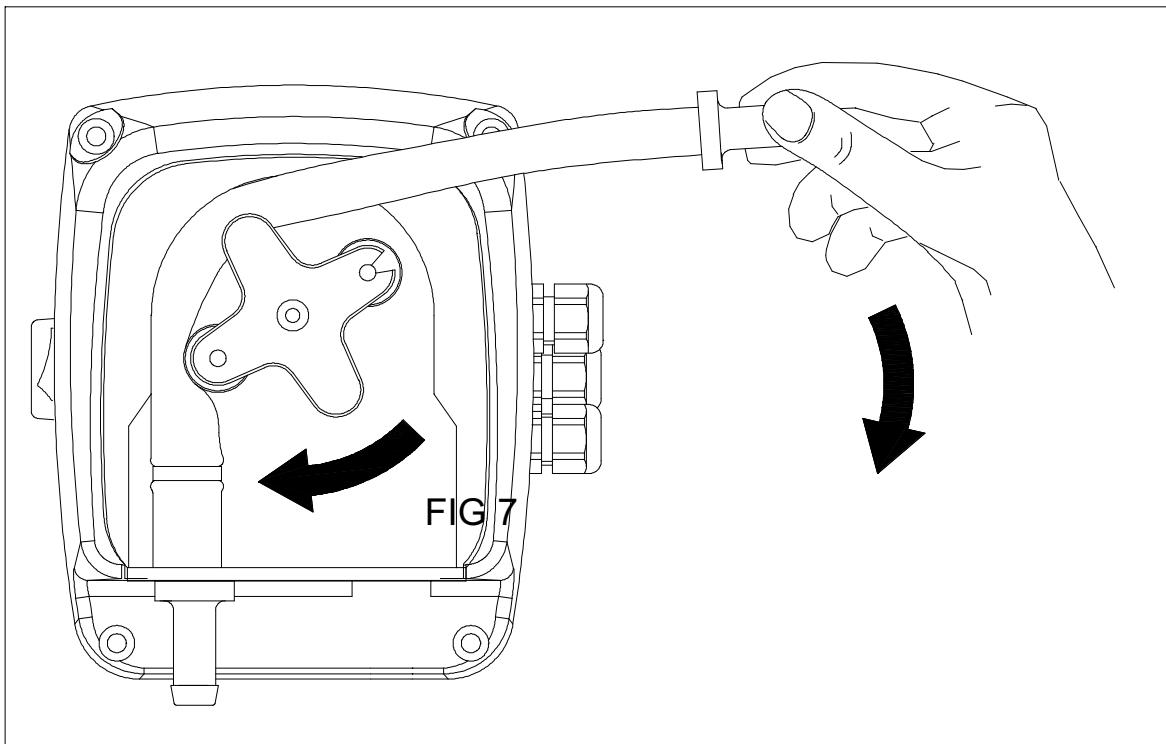

FIG 7
- Расположите каждое гидравлическое соединение на своем месте (см. рис. 7)